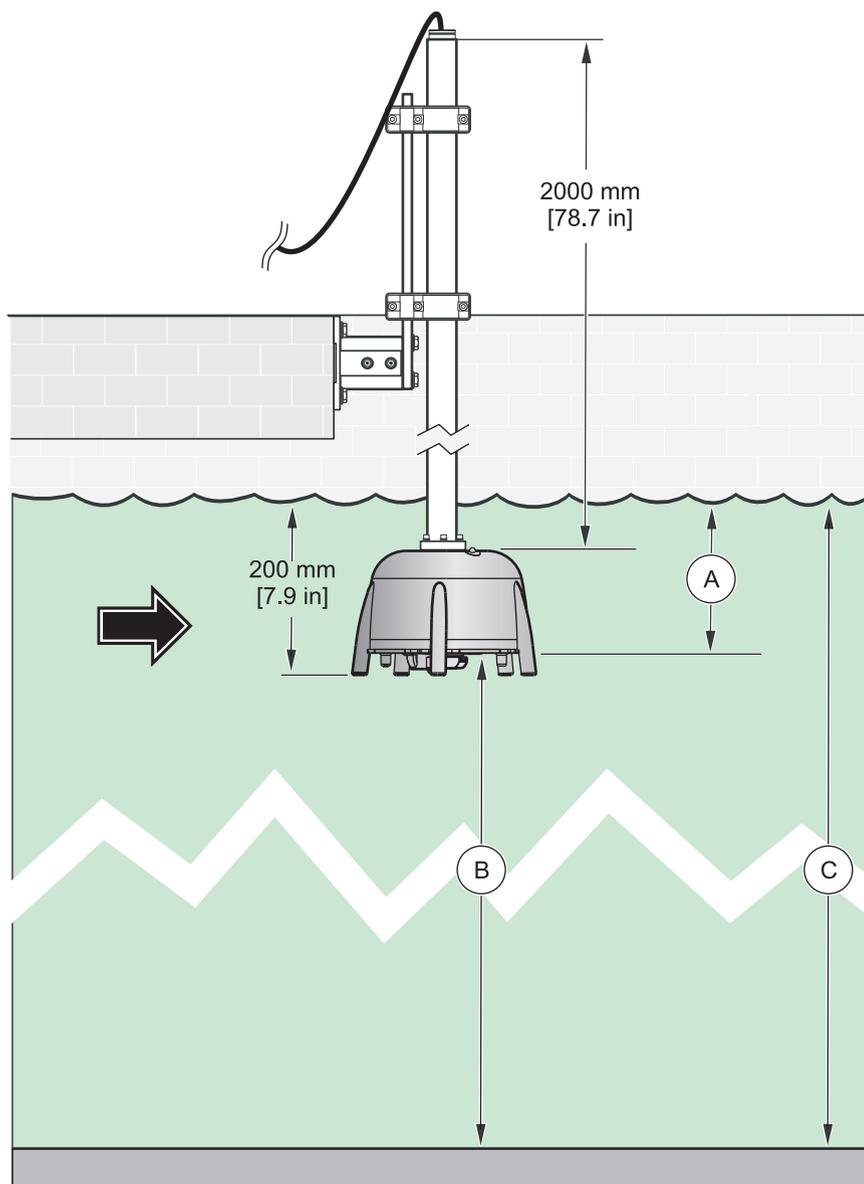

Figure 10 Profondeur du capteur–profondeur du bassin
4. Dans le menu de sonde ETALONNAGE, saisissez la profondeur d'immersion réelle (élément A, Figure 10) dans l'élément de menu PROF. CAPTEUR.
6. Dans le menu de sonde ETALONNAGE, saisissez la valeur enregistrée de profondeur du bassin (élément C, Figure 10) dans l'élément de menu FOND BASSIN.